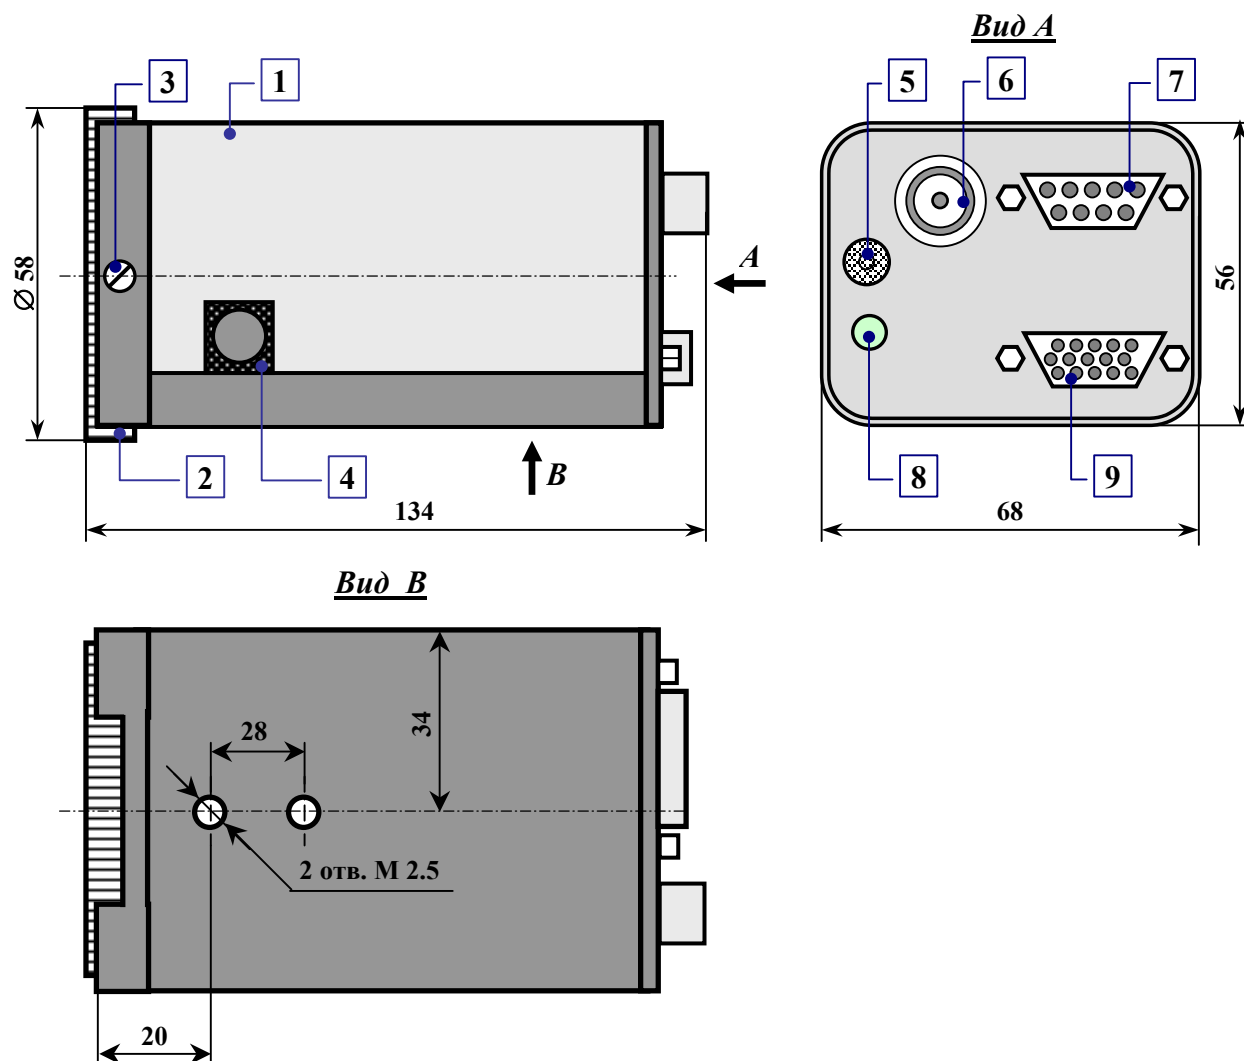
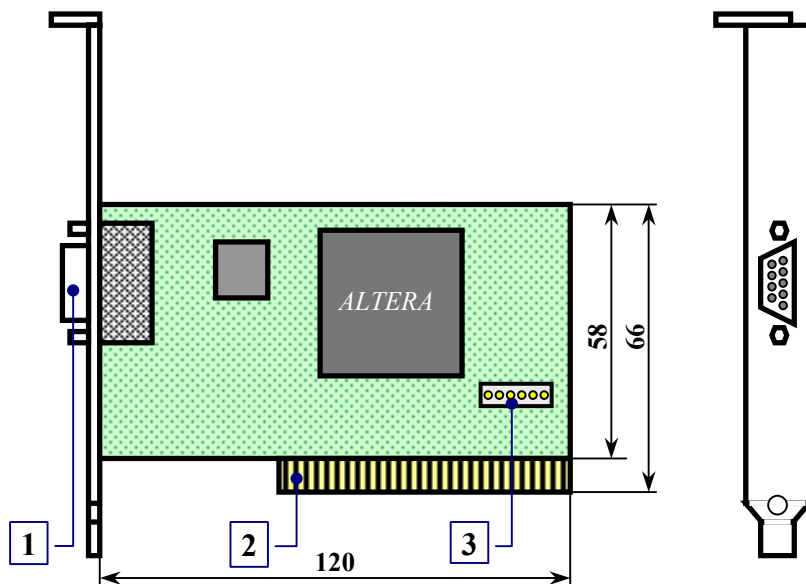

Рис.2.Модуль фотоприемника RT-1020RD
Рис.3.Модуль цифрового ввода RT-645FC.
Модуль фотоприемника RT-1020RD размещается в металлическом корпусе (1), имеющем форму вытянутого параллелепипеда со скругленными ребрами, рис.2.
Модуль цифрового ввода выполнен в виде платы, устанавливаемой в слот шины PCI персонального компьютера, рис.3. На торцевой стороне платы располагается интерфейсный разъем X1 (1). К этому разъему подключается интерфейсный кабель **DMX2–20.0**, по которому осуществляется информационный обмен между модулями фотоприемника и модулем цифрового ввода. При помощи разъема X2 (2) осуществляется подключение модуля к шине PCI ПЭВМ. Разъем X3 (3) используется для обновления микропрограммы модуля цифрового ввода.
Установите модуль RT-645FC в свободный слот шины PCI ПЭВМ. По возможности не устанавливайте плату по соседству с адаптерами, имеющими повышенное тепловыделение. Подключите к разъему X1 (1), рис.3. платы интерфейсный кабель DMX2-20. Другой конец кабеля подключите к разъему X4 (7), рис.2. модуля фотоприемника.
Для подачи электропитания на модуль фотоприемника используется разъем X2 (5), рис.2.
Подключение SVGA-монитора производится непосредственно к разъему X5 (9), модуля фотоприемника, рис.2. Разъем X5 является коннектором типа D-SUB. Телевизионный приемник подключается к разъему X5 (9) через переходник DHS15-BNS (D-SUB – to – BNS) рис.4, либо непосредственно к разъему X5. Цоколевка разъема для этого случая приведена в таблице 3. Разъем X5 имеет тип DHR-15F, рекомендуемая ответная часть - DHS-15M.
Строб синхронизации снимается с разъема X3 (6) модуля фотоприемника, рис.2. Тип разъема X3 – CP-50-73ФВ. Цоколевка разъема приведена в таблице 4.